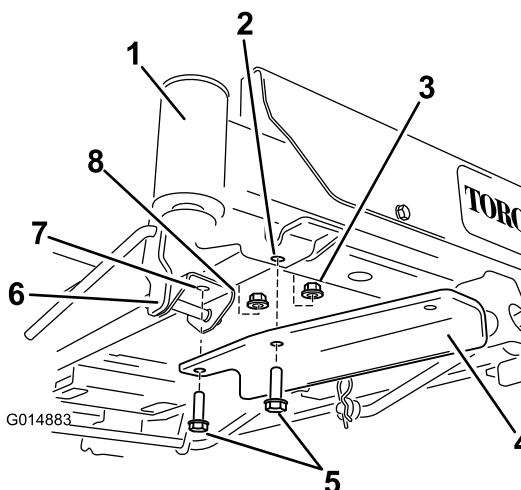

Figura 7
- Si la máquina tiene un pedal de elevación asistida, retire las fijaciones delanteras del soporte del pedal de elevación asistida y sujeté el soporte con 2 pernos y 2 contratuerca (Figura 7).